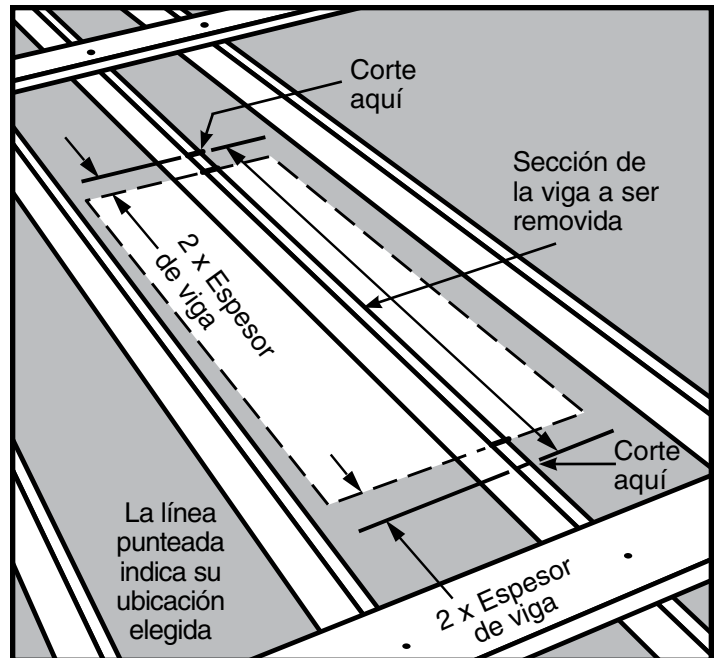
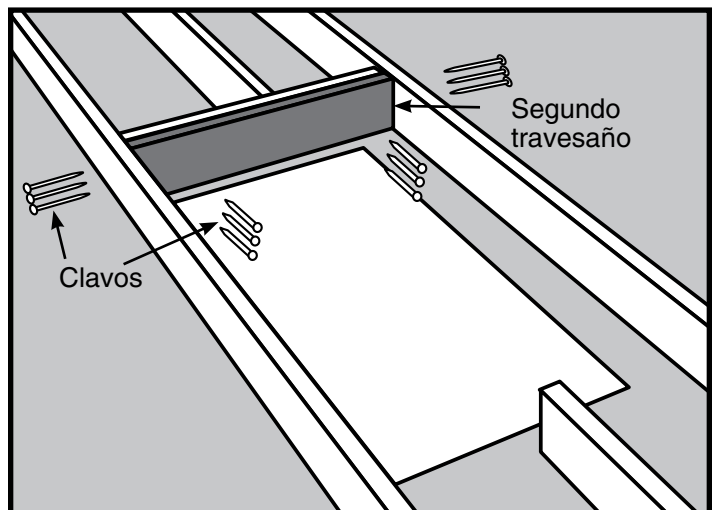

Figura 10
Figura 16
PASO 4. Luego, determine dónde debe cortarse la viga(s). La Figura 10 muestra dónde marcar la viga(s) que atraviesa su ubicación elegida. Observe que la viga(s) debe marcarse detrás del borde de su ubicación a una distancia de 2 veces el espesor de la viga (usualmente 3 pulgadas). Esto deja espacio para colocar dos travesaños del tamaño de viga contra cada extremo de la viga(s) cortada, (Vea la Figura 16 en la página 18).
- PASO 6. Coloque un segundo travesaño contra el primer travesaño y clávelo al primer travesaño con 3 clavos entre cada viga (Vea la Figura 16).
- PASO 7. Clave 3 clavos a través de las vigas dentro de cada extremo del segundo travesaño (Vea la Figura 16).